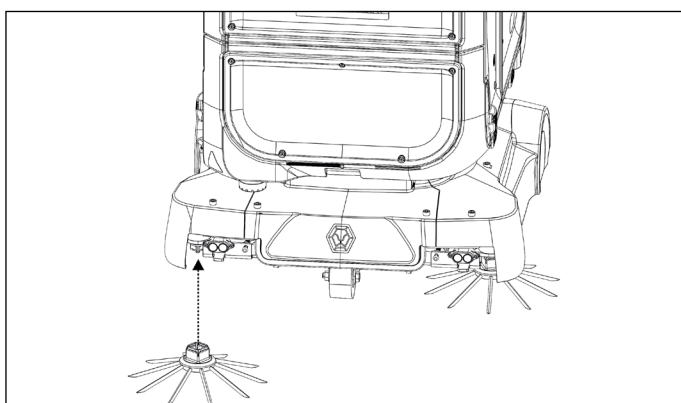

Abbildung 78
3. Richten Sie den Kern mit dem inneren Metallgegenstück am Roboter aus und drücken Sie dann den Kern einer neuen Seitenbürste nach oben, um ihn zu verriegeln. Es ist ein Klickgeräusch zu hören (**Abb. 78**).